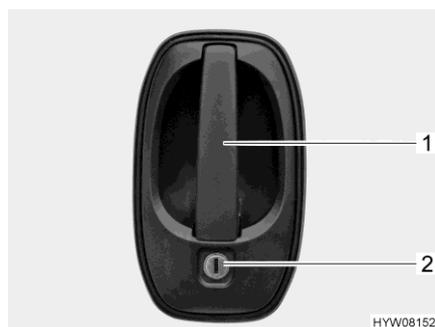

Fig. 38 Serrure de porte (porte chauffeur / porte cellule, extérieur)
- Insérer la clé dans le barillet (Fig. 38,2) et la tourner jusqu'à ce que la serrure de la porte soit déverrouillée.
- Tirer sur la poignée de la porte (Fig. 38,1). La porte est ouverte.
- Insérer la clé dans le barillet (Fig. 38,2) et la tourner jusqu'à ce que la serrure de la porte soit verrouillée.